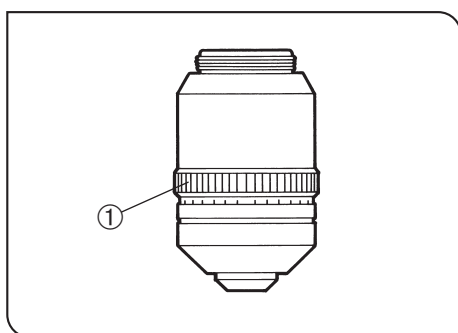

Рис. 44
- При известной толщине покровного стекла установите кольцо коррекции ① на данное значение шкалы. (Рис. 44)
- ⊙ Не прикасайтесь к кольцу коррекции ①, вращая револьверную головку.